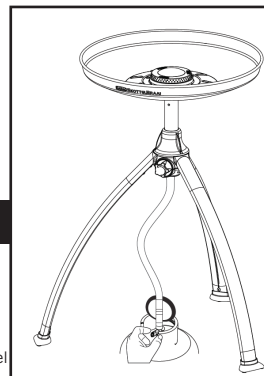

Fig. 8a
- Regolate l'intensità della fiamma fino al livello desiderato girando il pomello di controllo (K) in senso orario per ridurre la fiamma e in senso antiorario per aumentarla (v. Fig.8a e b).
- Dopo l'uso, prima chiudete la valvola sulla bombola del gas (ove presente). Una volta che la fiamma si è spenta, chiudete la valvola (K) sul dispositivo girando del tutto il pomello di controllo (K) in senso orario.
Accendere usando un fiammifero o un accendino da barbecue (v. Fig. 8a e 8b)